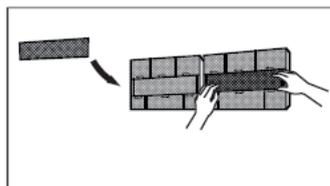

fig. 17 -
4. Retirez le filtre purificateur d'air à l'arrière du filtre principal ("fig. 17 -") et nettoyez-le avec un aspirateur